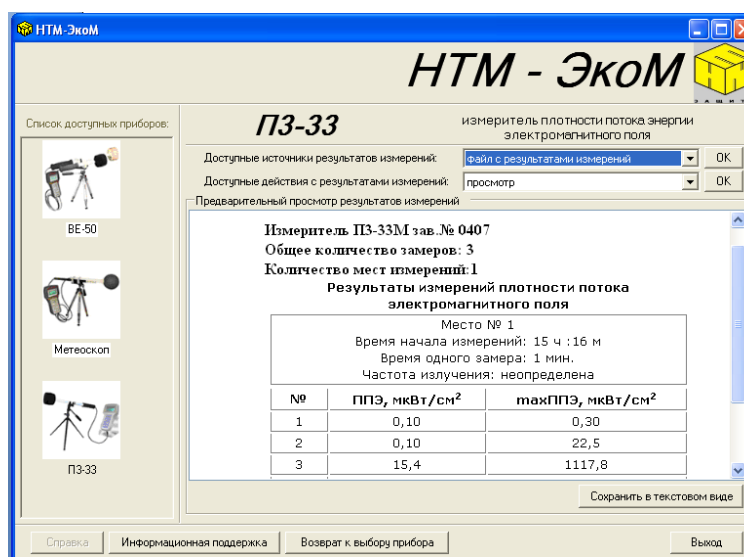

Рисунок 7.
7.2. Если выбирается сархивированный файл (см. Рис.7), запасенные данные организуются в виде таблицы на рабочем поле окна. Приводится информация о типе и заводском номере Измерителя, количестве обследованных мест и суммарном числе замеров. Далее следует таблица результатов, полученных на каждом месте измерения и величина энергетической экспозиции за время измерений на этом месте. Перечень доступных действий включает в себя